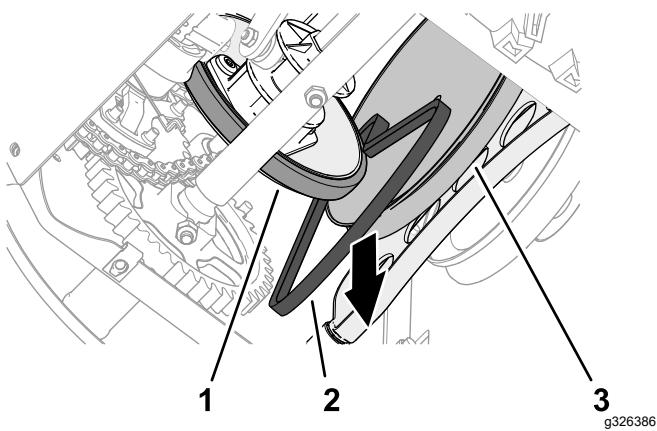

Figura 48
7. Coloque la correa de tracción entre la rueda de fricción y la polea de tracción, y retire la correa de la máquina (Figura 48).